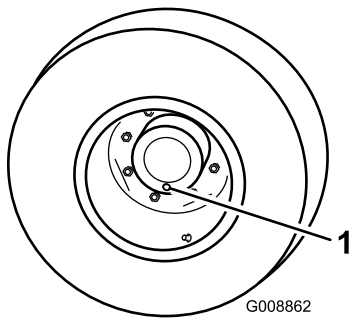

Figure 93
1. Placez la machine sur une surface plane et horizontale et tournez une roue de sorte que l'un des bouchons de contrôle se trouve à la position la plus basse (6 heures) (Figure 93).